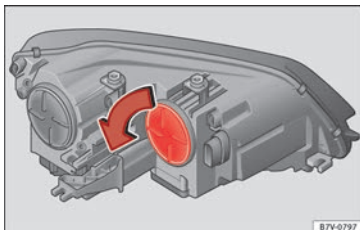

Abb. 107 Im Motorraum: Blinkerabdeckung.
2.	Abdeckung Abb. 107 in Pfeilrichtung drehen und abziehen.
7.	Abdeckung Abb. 107 entgegen der Pfeilrichtung bis zum Anschlag drehen.